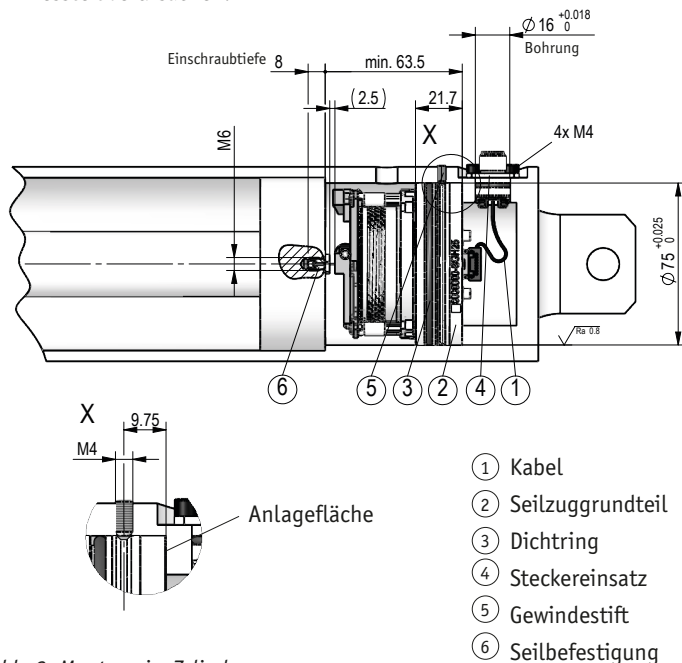

Abb. 3: Montage im Zylinder
Montage (Abb. 3):
1. Das Kabel ① (z.B. KV1H) ohne Flanschgehäuse am Seilzuggrundteil ② vom SGH25 einstecken. Das Kabel ① (z.B. KV1H) sollte beim Einbau in die Richtung des Kabelausganges vom Zylinderunterteil zeigen.
2. Der SGH25 wird mit eingefettetem Dichtring ③ vorsichtig in das Zylinderunterteil gepresst. Es muss darauf geachtet werden, dass der Steckereinsatz ④ und das Kabel nicht eingeklemmt werden, sondern dass der Steckereinsatz durch den Steckerausgang am Zylinderunterteil nach außen gezogen wird. Der Steckereinsatz wird mit dem Flanschgehäuse incl. gefettetem O-Ring gefügt und 4x an der vorgesehenen Stelle verschraubt. Die Axialsicherung kann, wie in Abb. 3 dargestellt, mit einem Gewindestift ⑤ erfolgen. Den Gewindestift erst leicht anziehen (ca. 0.5 Nm) und anschließend wieder ca. 0.5 Umdrehungen zurückdrehen.
Nähere Informationen zum Einbau finden Sie im Kapitel 4.1 (Abb. 3)